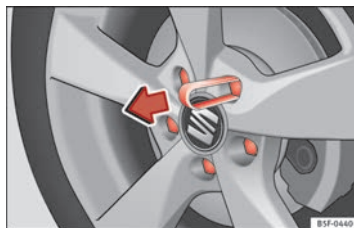

Fig. 170 Rueda: tornillos de la rueda con capuchones.
- Encaje la pinza de plástico (herramienta de a bordo) sobre el capuchón hasta que encastre ⇒ fig. 170.